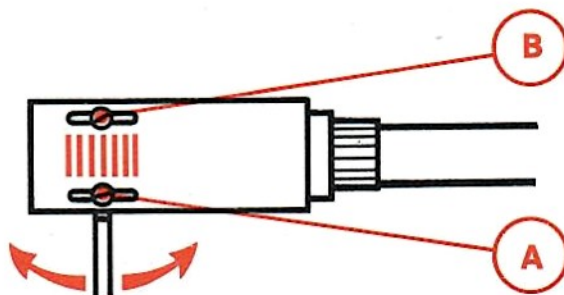

Fig. 8
- Serrer la vis (A) sans la bloquer (Fig. 8).
- Placer la cellule dans l'axe de la tête de lecture en agissant sur le doigt de préhension (17) pour que la vis (B) soit à la même hauteur que la vis (A) (vous fier aux traits gravés sur le porte-cellule).